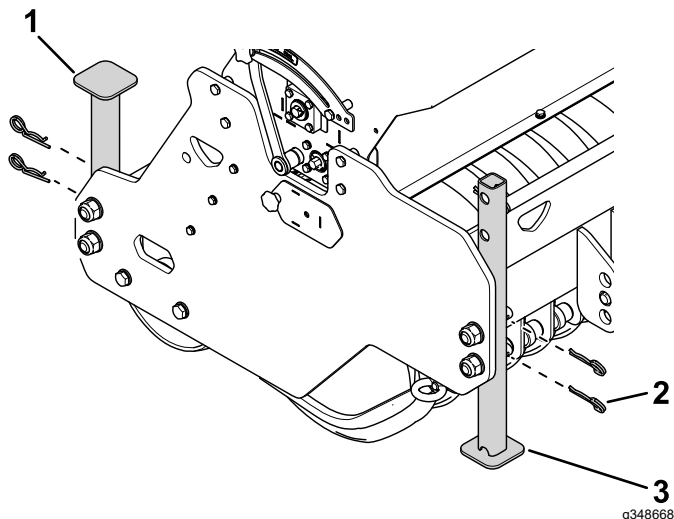

Figura 9
6. Retire las chavetas de los soportes y utilícelas para sujetar los soportes en la posición elevada, como se muestra en la Figura 9.